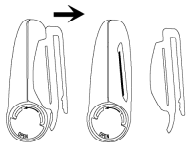

Fig. 1
- Veuillez vous assurer d'enlever la pince pour ceinture. Pour enlever la pince, saisissez-la et libérez-la délicatement.(Fig. 1) . Pour remettre la pince, alignez l'onglet de la pince sur la rainure du capteur et rattachez délicatement la pince sur l'appareil.